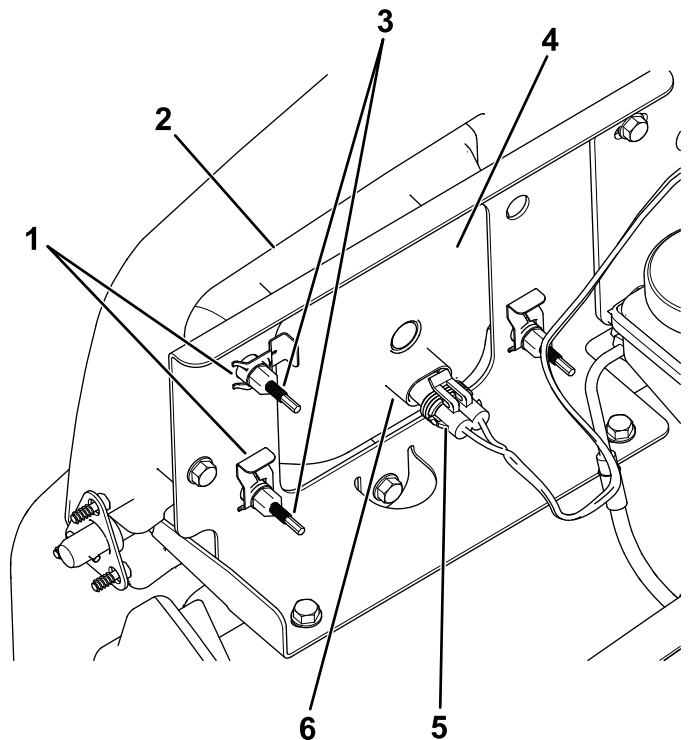

图 48
3. 将线束的电气接头与新灯总成的接头断开 图 48。
4. 卸下将大灯固定至大灯支架上的快速夹 图 48。
5. 将大灯总成从前保险杠的开口向前推出卸下大灯总成 图 48。
6. 通过保险杠开口将新大灯装入 图 48。
8. 将线束的电气接头与灯总成的接头连接 图 48。
5. 在大灯总成背面旋转调节螺丝 图 48 以转动大灯总成调整光束投射的位置。